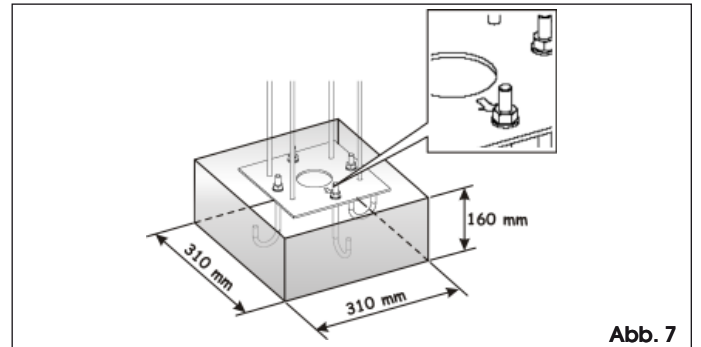

Abb. 7
2. Einen Fundamentsockel laut Abb. 7 herstellen
3. Die Gründungsplatte laut Angaben in Abb. 7 einmauern und dabei eine oder mehrere Kabelführungen für den Durchgang der elektrischen Kabel vorsehen.